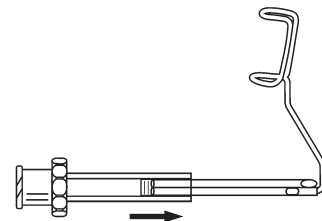

Abb. 4
- Montieren Sie die Reinigungsadapter (G-31031) gemäß Abb. 4 an dem Lidsperrerteil mit Lumen.